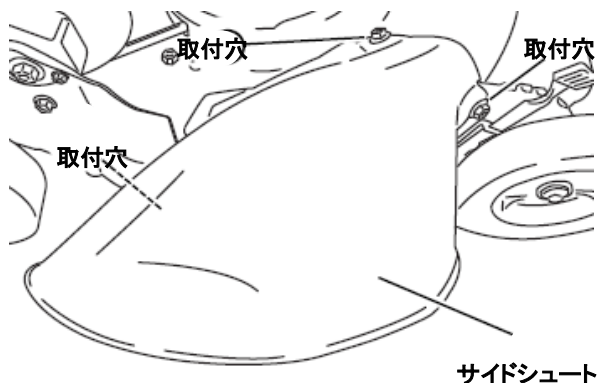

図 3-15
1. 集草しないときは必ずサイドシュートを取り付けます。取り付け方法はアダプタと同様です。（図 3-15）